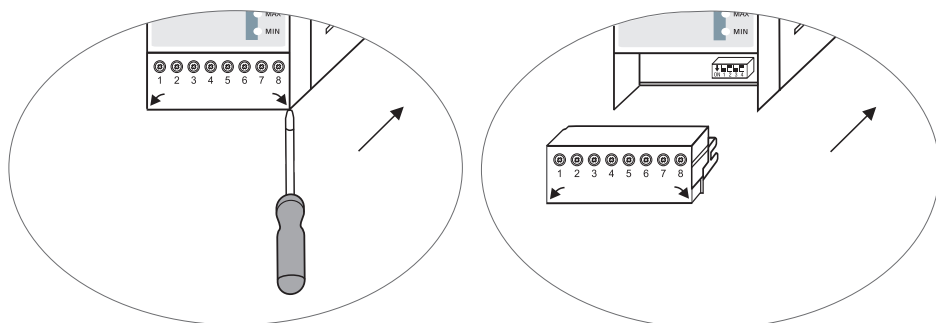

Fig. 7
- Retirer les borniers supérieur et inférieur. **Fig. 7**